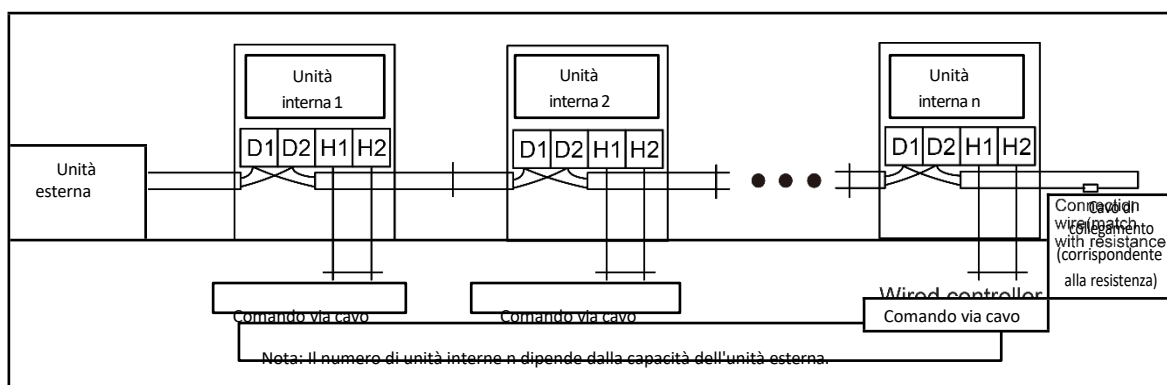

Fig. 5.3.2
- 5 Per una comunicazione più affidabile, assicurarsi di collegare la resistenza di terminale all'unità interna più a valle del bus di comunicazione (terminali D1 e D2), come illustrato in Fig.5.3.2; la resistenza di terminale è fornita con ogni unità esterna.